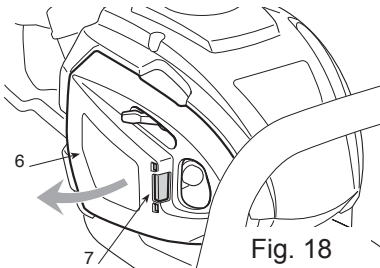
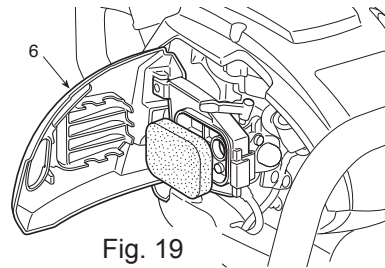

Fig. 18
Fig. 19
- > Presione el botón (7), estire la tapa (6) (Fig. 18) y quite el elemento filtrante (Fig. 19).
- > Vuelva a colocar el elemento filtrante y cierre la tapa (6) empujándola hasta que quede encajada.